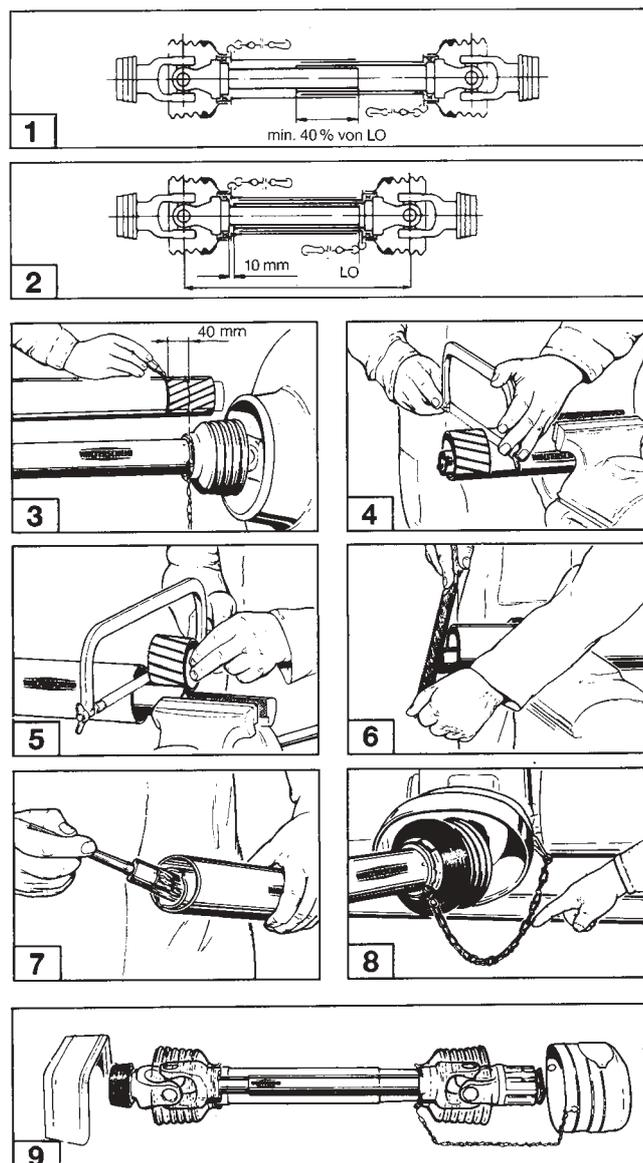

Fig. 4.2
**En mettant la transmission pour la première fois en place, adaptez sa longueur par rapport au tracteur comme indiqué à la fig. 4.2. En cas de changement de tracteur, contrôlez impérativement la conformité et réadaptez s'il y a lieu, la transmission au nouveau tracteur.**